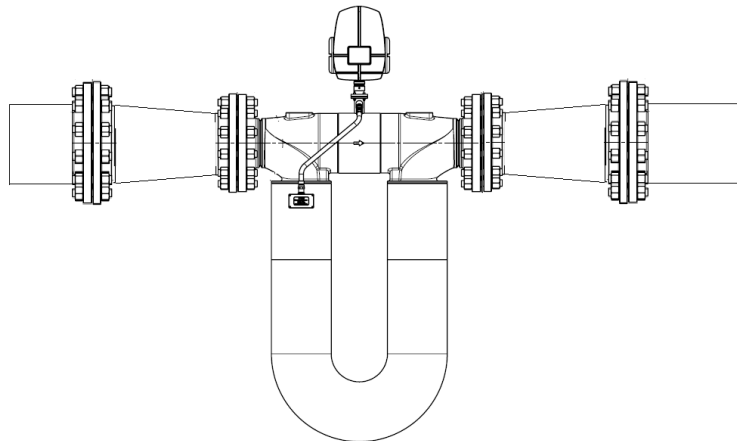

Рисунок 7 – Монтаж расходомера с переходами
2.2.8 Избегайте резких ступенчатых изменений диаметров трубопровода. Рекомендуется использовать переходы типа конфузоров и диффузоров для обеспечения более плавного перехода при большой разнице между диаметром трубопровода и фланцами расходомера. Пример см. Рисунок 7.